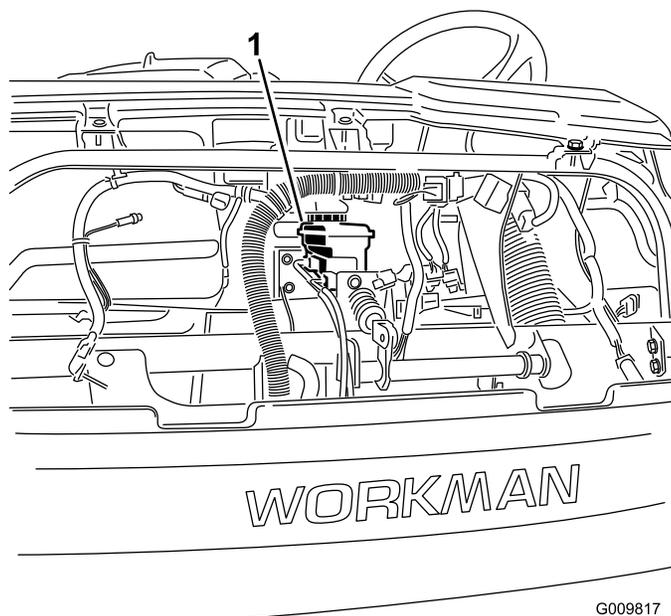
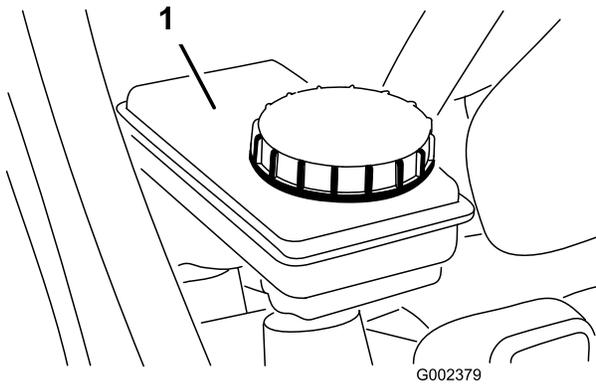

図 26
図 27
3. ブレーキオイルタンク内の液量を点検する 図 26 と 図 27。
- A. タンクのキャップの周囲をきれいに拭く 図 27。
- B. タンクからキャップを外す 図 27。
- C. タンクの FULL マークまで液を追加する 図 27。
- D. キャップを取り付ける 図 27。